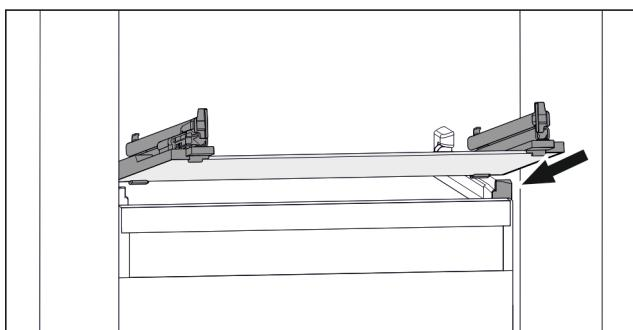

Fig. 109 Príklad zobrazenia sklenej dosky
- Nasadte sklenenú dosku šikmo za zarážkami. (pozri Fig. 109)